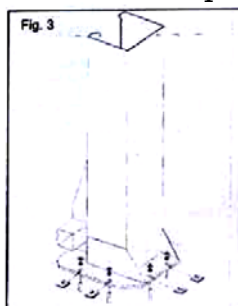

Рис. 3
6. Чтобы выровнять положение стоек, вставьте специальные шайбы под основание стойки так, чтобы анкерные болты были прочно зафиксированы, а стойки располагались строго вертикально (см. **рис. 3**).